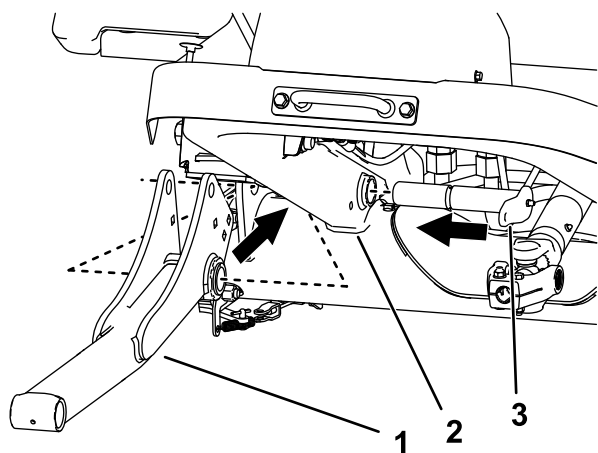

Figura 10
2. Instale os braços de elevação e pinos grandes na estrutura da máquina (Figura 10).